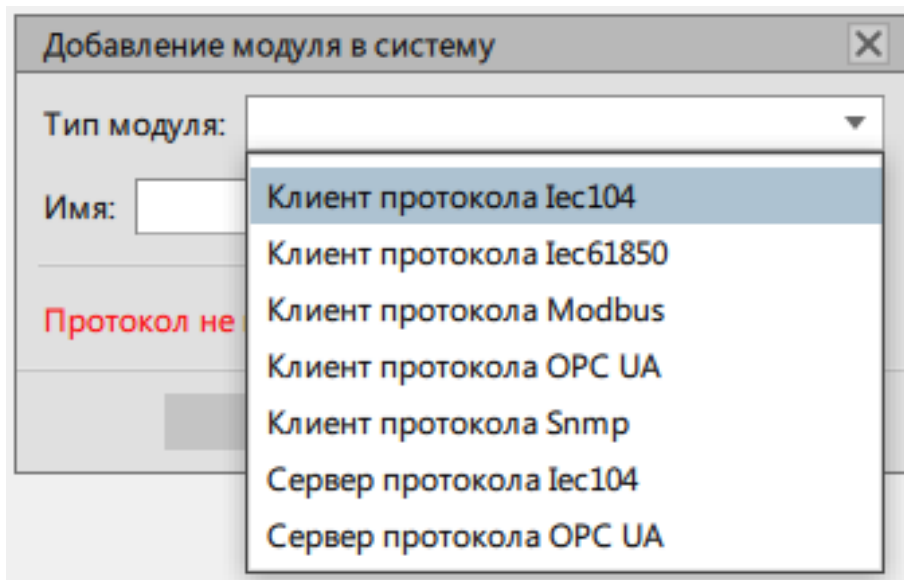

Рисунок 184 - Клиент протокола Iec104
14. Выберите модуль **Клиент протокола IEC104** и нажмите **ОК** (Рисунок 184).